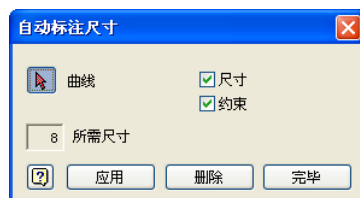

图 2-44 自动标注尺寸对话框
(1) 单击【草图】标签栏【约束】面板中的【自动尺寸和约束】工具按钮，打开如图2-44所示的对话框。
(2) 利用箭头选择工具选择要标注尺寸的曲线。
(3) 如果【尺寸】和【约束】选项都选中，那么对所选的几何图元应用自动尺寸和约束。